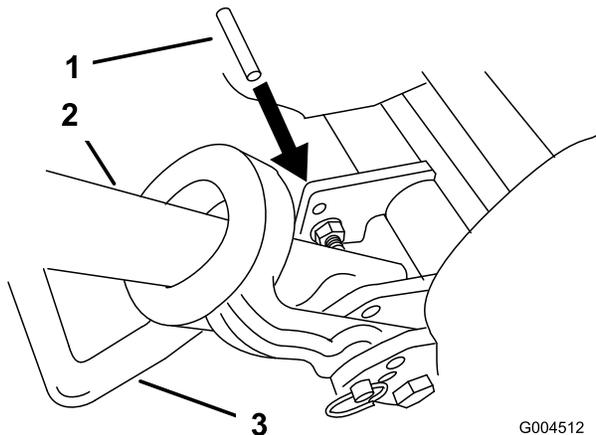

図 51
2. キック・スタンドを立てる。キック・スタンド取り付けボルトの上にあるフレームの穴に、6.4 mm 径のピン（図 51）を差し込む。